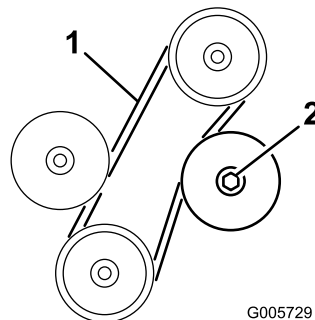

Figura 65
3. La correa debe tener una desviación de 6 mm en el punto intermedio entre las correas al aplicar una fuerza de 22 N (Figura 65). Si la desviación no es correcta, siga con el paso 4. Si es correcta, vaya al paso 5.
4. Afloje la contratuerca que sujeta la polea tensora ajustable (Figura 65). Empuje la polea tensora contra la correa hasta obtener la desviación correcta, luego apriete la contratuerca de la polea tensora (Figura 65).
2. Afloje la contratuerca que fija la polea tensora ajustable, aparte la polea de la correa, y retire la correa de las poleas (Figura 65).
3. Instale la correa nueva y ajuste su tensión. Empuje la polea tensora contra la correa hasta obtener una desviación de 6 mm aplicando una fuerza de 22 Nm en el punto intermedio entre la polea superior y la polea tensora fija. Apriete la contratuerca de la polea tensora para afianzar el ajuste (Figura 65).